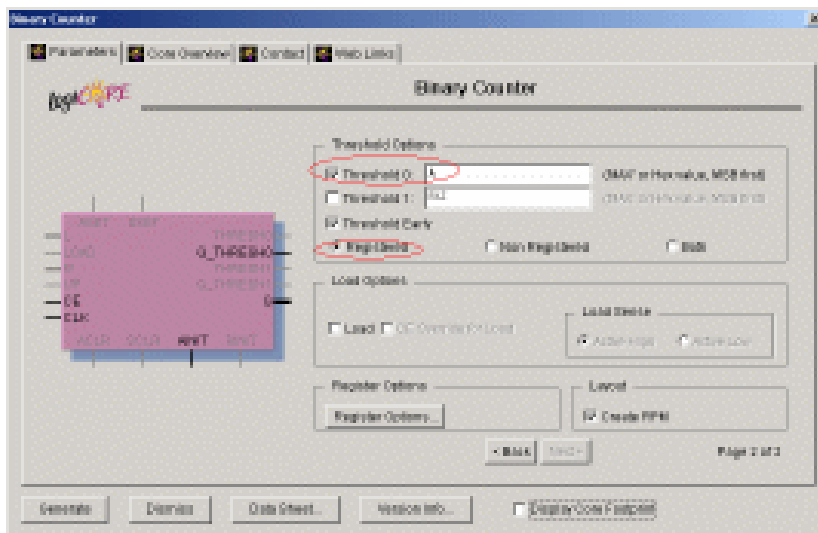

图9-17 设置计数器参数之二
- (2) 由于 IP 的设置参数项目很多，单击 **Next>** 按钮进入下几项参数的设置，如图 9-17 所示。